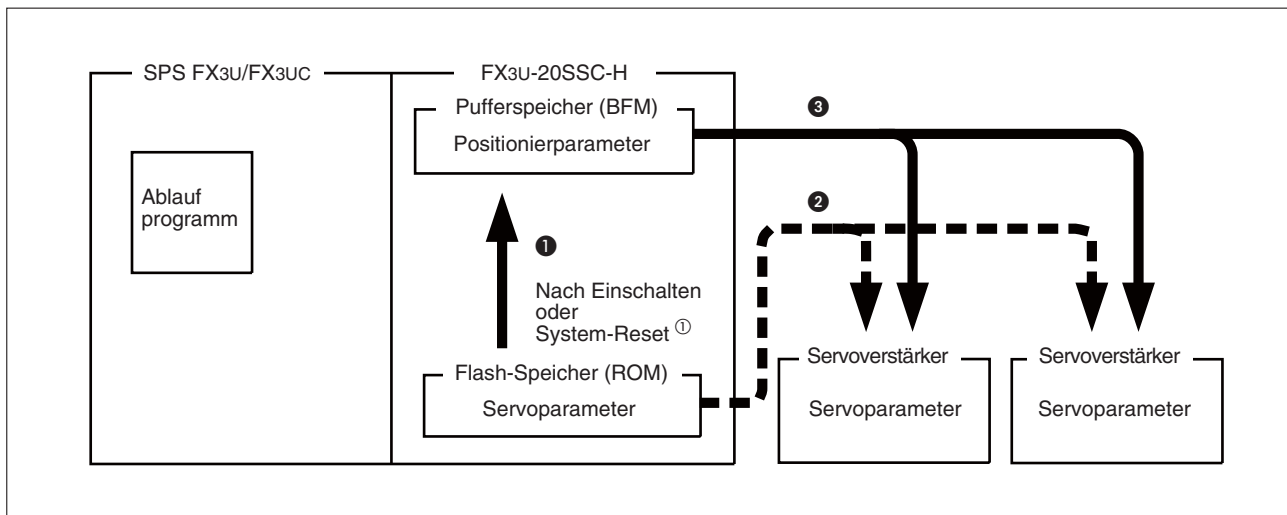

Abb. 7-4: Datenaustausch zwischen dem FX3U-20SSC-H und dem Servoverstärker
Übertragung der im Flash-Speicher abgelegten Parameter zum Servoverstärker (Sequenz ① und ② von Abb. 7-4)
- ① Das 20SSC-H überträgt die Daten vom Flash-Speicher in den Pufferspeicher.
- ② Das 20SSC-H überträgt die Servoparameter vom Flash-Speicher zum Servoverstärker.
Übertragung der im Ablaufprogramm eingestellten Parameter zum Servoverstärker (Sequenz ① und ③ von Abb. 7-4)